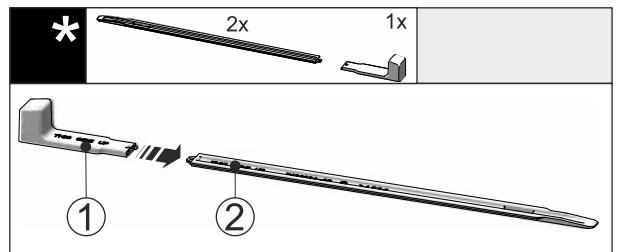

Fig. 46
- ▶ 将安装手柄 Fig. 46 (1) 插到水平导轨 Fig. 46 (2) 上。